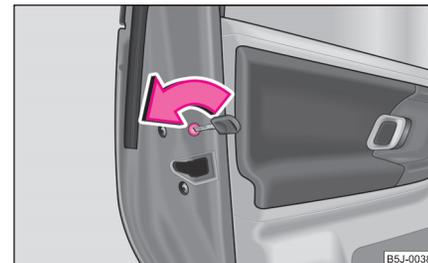

Fig. 20 Seguro para niños en las puertas traseras
- Gire con la llave del vehículo la ranura en la puerta trasera en sentido de la flecha ⇒ fig. 20.